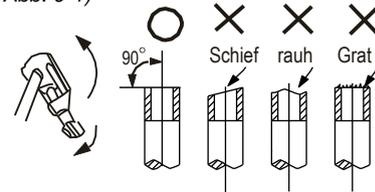

Abb. 9-1
- Schneiden Sie ein Rohr mit einem Rohrschneider ab. (Siehe Abb. 9-1)